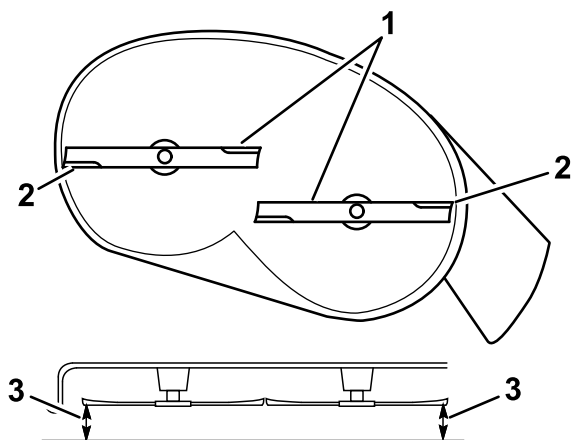

Figura 60
- Mida entre los bordes de corte exteriores y la superficie plana (Figura 60).